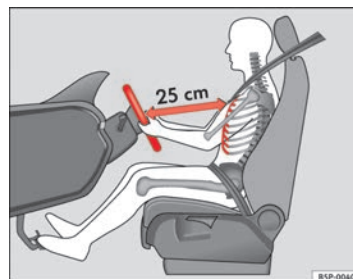

Fig. 135 Posición correcta del conductor
- Ajuste el volante hasta alcanzar la posición deseada ⇒ fig. 135.
- Ajuste el asiento del conductor o el volante de modo que quede una distancia mínima de 25 cm entre el volante y el tórax ⇒ página 175, fig. 135. ¡Si no respeta la distancia mínima, el airbag no le protegerá adecuadamente y corre peligro de muerte!